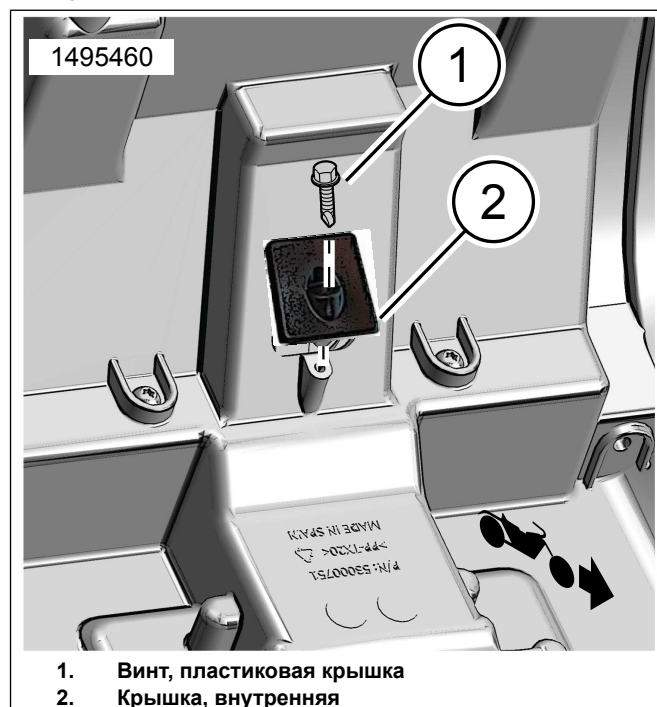

Рисунок 10. Установка внутренней крышки
6. Рисунок 10 Установите крышку (2) и винт (1). Затяните от руки.